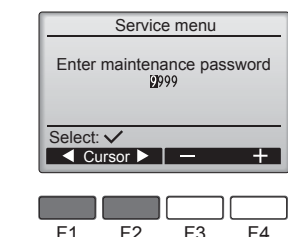

Fig. 6-2
① Velg "Service". fra hovedmenyen, og trykk på ✓-knappen.
② Når Service-menyen er valgt, vil det vises et vindu som ber om passordet. (Fig. 6-2)